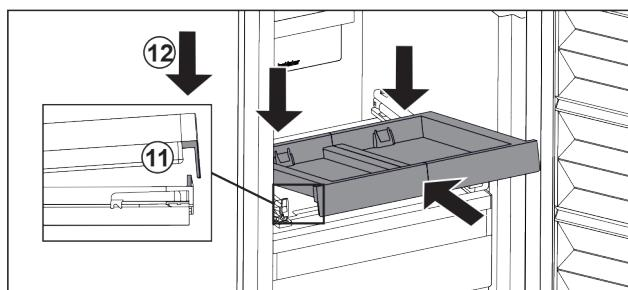

Fig. 93
- Zasuňte ju šikmo. Dbajte na to, aby sa na oboch stranach doraz nachádzal za sponou. Fig. 93 (11)
- Zložte vyťahovaciu poličku vpred. Fig. 93 (12)